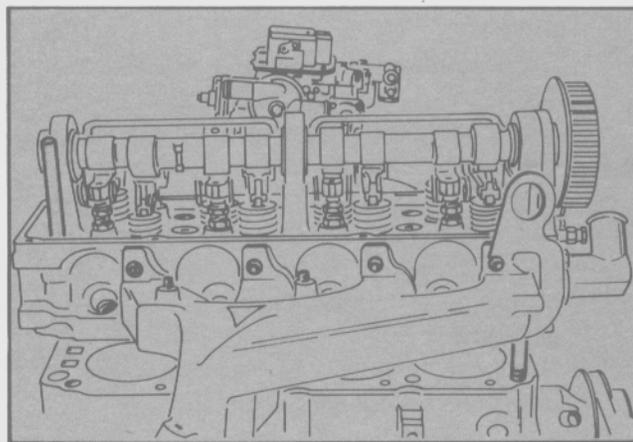

Fig. 73 - Instalación de la tapa de cilindros
- Después de limpiar las superficies de contacto de la tapa de cilindros y el bloque de cilindros, colocar las dos guías (herramienta T84G-6085-BAS) para la instalación de la tapa de cilindros (Fig. 73.)
- Instalar la tapa de cilindros (Fig. 73) y colocar los tornillos de fijación. Sacar las dos guías y colocar los tornillos respectivos.